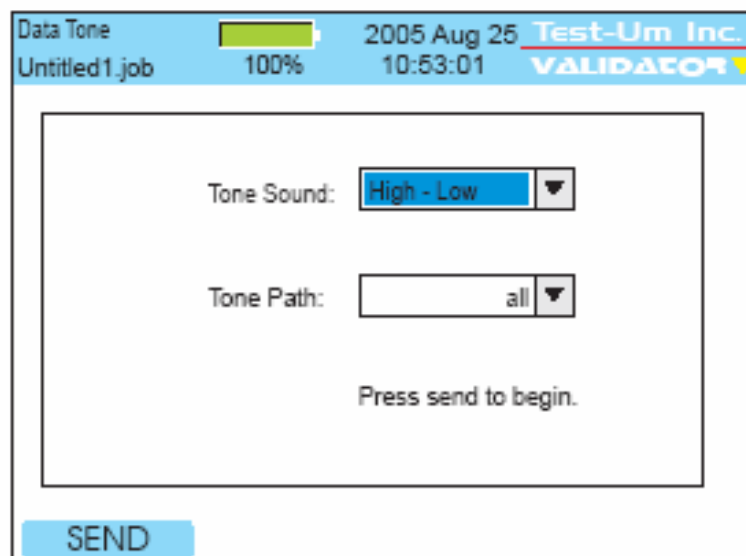

Figure 51 : Emission d'une tonalité
4. Dans le champ **Tone Sound**, sélectionnez le type de tonalité désiré, puis appuyez sur la touche **ACCPT** du testeur. Le curseur se déplace dans la liste associée au champ **Tone Path** (figure 51).